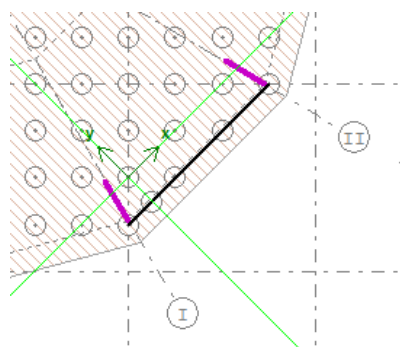

Рис.13.7.4. Окно диалога (фрагмент плиты)
- Переместите начало системы координат с помощью команды меню **Схема** ⇒ **Система координат** ⇒ **Перенос** (кнопка  на панели инструментов) так, как это показано на рис. 13.7.4.
- Поверните систему координат с помощью команды меню **Схема** ⇒ **Система координат** ⇒ **Поворот** (контекстное меню) так, как это показано на рис. 13.7.4.
Задайте сваю на пересечении координатной оси у и временной балки, так как это показано на рис. 13.7.4. Переместите начало системы координат и задайте следующую сваю. Повторите действия еще раз.